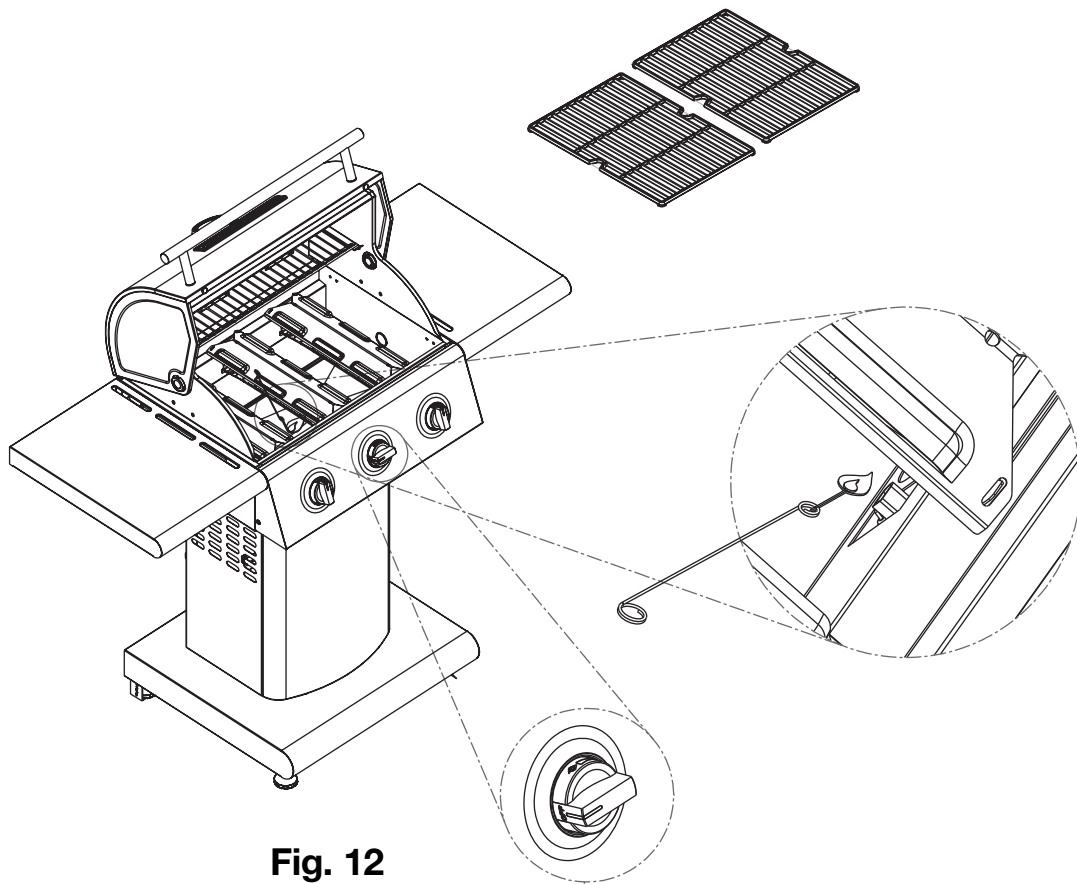

Fig. 12
3. Gire la perilla de control a la posición de encendido (🔥) como se indica en la **Fig. 12**.
4. Quite el portacerillos del nudo en el costado de la base. Coloque un cerillo encendido entre las bobinas en el extremo del portacerillos y sostenga al lado del quemador para encender como se muestra en la **Fig. 12**. Si no se produce el encendido en 5 segundos, apague (OFF) la perilla de control del quemador y comuníquese con Asuntos del Consumidor.